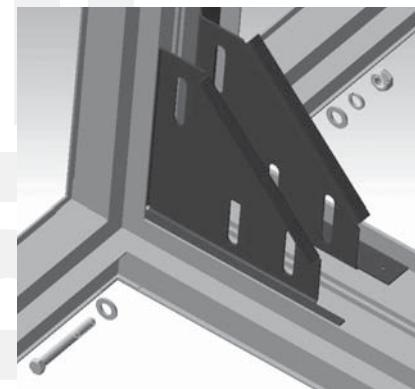

Рис. 6 Крепление секций при помощи внутренних уголков
5. Соединение всех секций в серии производится при помощи внутренних соединительных уголков и наружных межсекционных стяжек. Болтами M10×70 (входят в комплект поставки) соединить секции при помощи предустановленных внутренних соединительных уголков. Под головку болта и гайку подкладываем шайбы. (рис. 6)